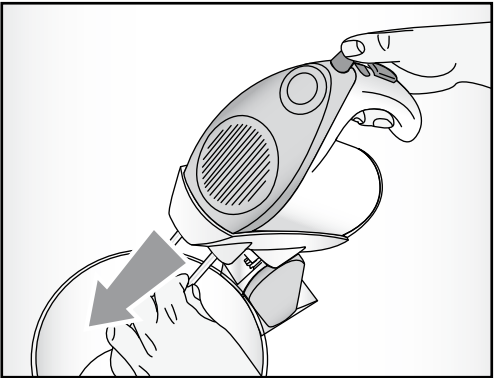
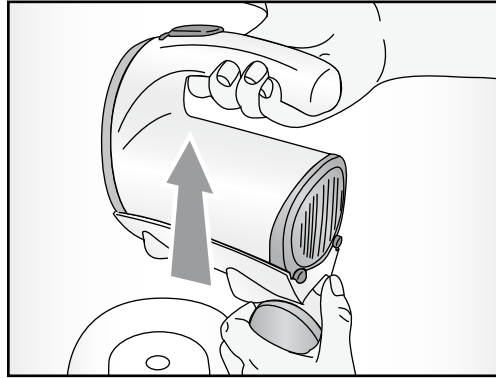

Fig. 6
Fig. 7
- Si on désire ajouter d'autres ingrédients à la préparation ou changer le type de fouets, il est nécessaire d'éteindre l'appareil en positionnant le sélecteur de vitesse (E) sur «0» et de soulever le corps moteur (F) comme décrit précédemment.
- Une fois l'utilisation terminée, soulever le corps moteur en frappant le poussoir d'inclinaison du bras (H). Extraire les fouets utilisés en frappant la touche d'expulsion des fouets (C) (Fig. 6) et retirer le corps moteur en frappant la touche de décrochage (G) (Fig. 7). Extraire le bol (A).
- Falls weitere Zutaten hinzugefügt oder die Rührbesen ausgewechselt werden sollen, muss das Gerät durch Umschalten des Geschwindigkeitswählers (E) auf «0» abgeschaltet und der Motor (F) hochgeklappt werden, wie oben beschrieben.
- Nach dem Gebrauch, den Motor anheben, indem die Kipptaste des Arms (H) betätigt wird. Die Rührbesen durch Drücken der Ausstoßtaste (C) (Abb. 6) entfernen und den Motor durch Betätigen der Einriegelungstaste (G) (Abb. 7) abnehmen. Die Schüssel (A) herausnehmen.